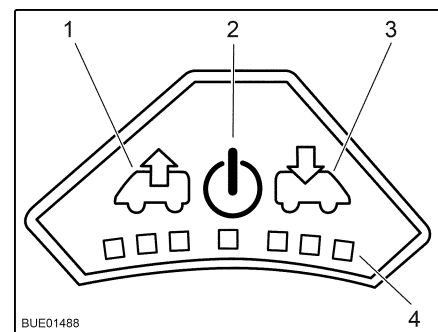

Bild 50 Bedienfeld des Ventilators
- Einschalten:* ■ Taste Ein/Aus (Bild 50,2) drücken. Der Ventilator läuft im Komfortmodus (Entlüften mit niedrigster Ventilator-drehzahl).
- Entlüften:* ■ Um die Ventilator-drehzahl zu erhöhen: Taste Entlüften (Bild 50,1) drücken. Die Ventilator-drehzahl in Entlüftungsrichtung nimmt um eine Stufe zu. LEDs (Bild 50,4) zeigen die Schaltstufen an.
■ Um die Ventilator-drehzahl zu verringern: Taste Belüften (Bild 50,3) drücken. Die Ventilator-drehzahl nimmt um eine Stufe ab.
- Belüften:* ■ Um die Ventilator-drehzahl zu erhöhen: Taste Belüften (Bild 50,3) drücken. Die Ventilator-drehzahl in Belüftungsrichtung nimmt um eine Stufe zu. LEDs (Bild 50,4) zeigen die Schaltstufen an.
■ Um die Ventilator-drehzahl zu verringern: Taste Entlüften (Bild 50,1) drücken. Die Ventilator-drehzahl nimmt um eine Stufe ab.
- Ausschalten:* ■ Taste Ein/Aus (Bild 50,2) drücken. Der Ventilator stoppt, die LEDs erlöschen.